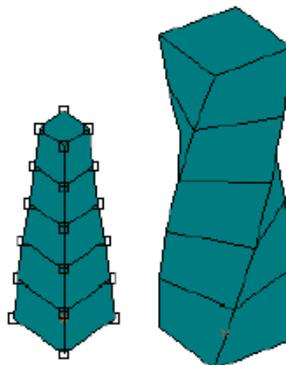

Рисунок 6.41 Результаты операции **Вытолкнуть**
**Задание 4.** Вытолкните конструкции, так как это показано на образце (рисунок 6.41)